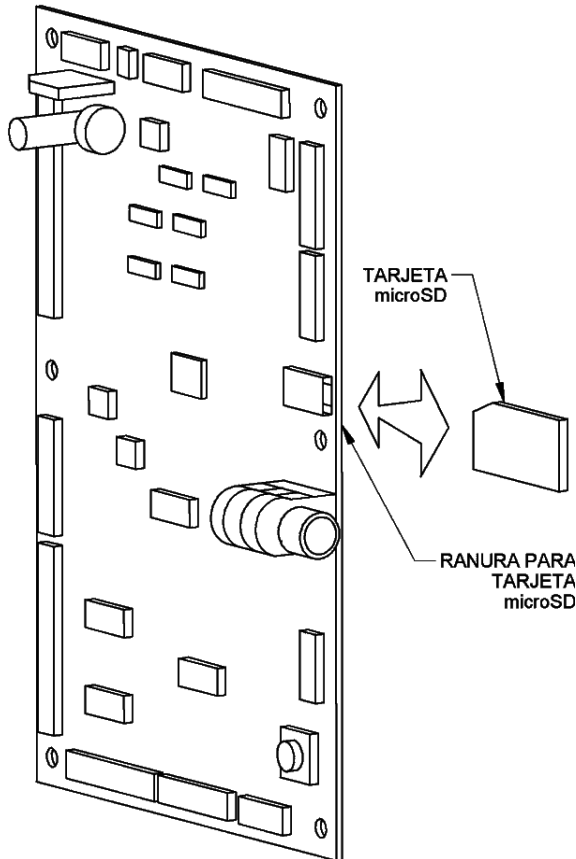

Figura 8.1 Actualización del Software en la Tarjeta de Control
1. Localice la ranura para la tarjeta micro SD (Figura 8.1).
4. Presione la tecla (3), luego la tecla asterisco (*) para navegar a través de las opciones.